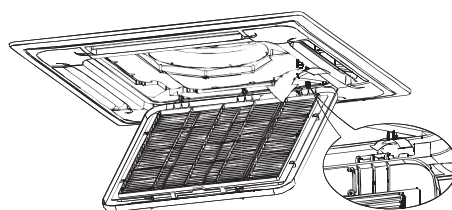

Рис. 6-2
2. Снимите решетку воздухозаборного отверстия (вместе с воздушным фильтром, как показано на рис. 6-2).